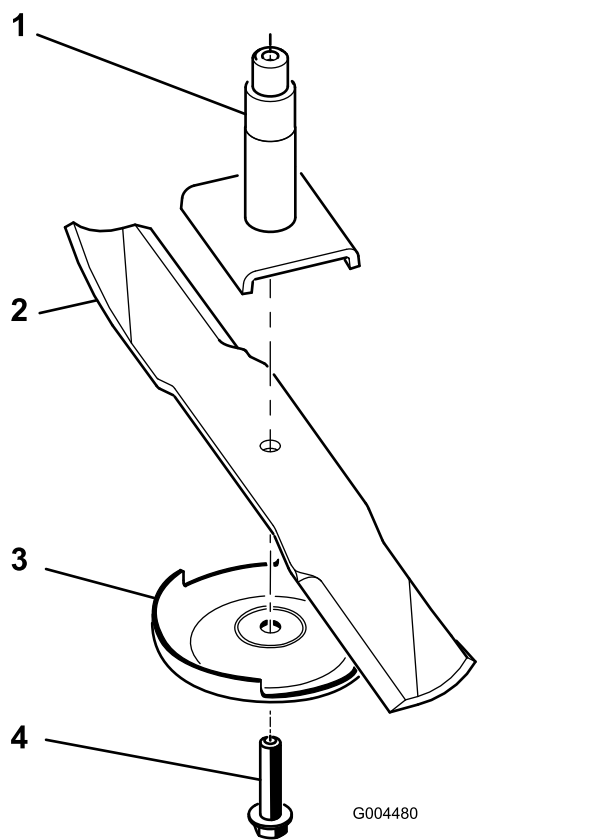

Bild 77
Hinweis: Wenn das Mähmesser in seiner horizontalen Position bleibt, ist es ausgewuchtet und kann wiederverwendet werden. Feilen Sie, wenn das Mähmesser nicht ausgewuchtet ist, vom Flügelbereich des Messers etwas Metall ab (Bild 77). Wiederholen Sie diesen Vorgang, bis das Messer ausgewuchtet ist.
1. Setzen Sie das Messer auf die Spindelwelle (Bild 77).
2. Montieren Sie die Antiskalpierplatte und die Messerschraube (Bild 77).